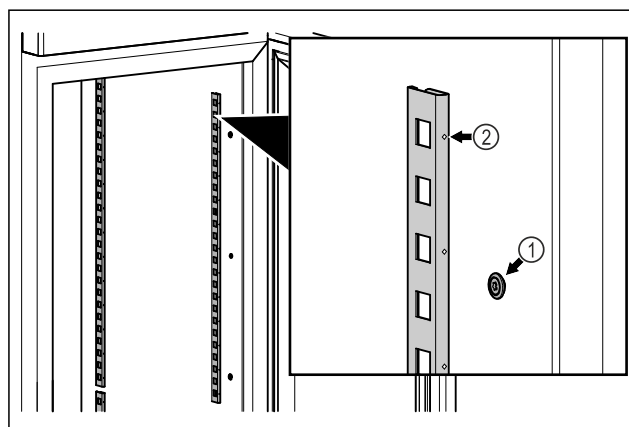

Fig. 83 Representación a modo de ejemplo
- Enganchar las tiras de retención en la suspensión Fig. 83 (1). La marca Fig. 83 (2) debe apuntar hacia delante.